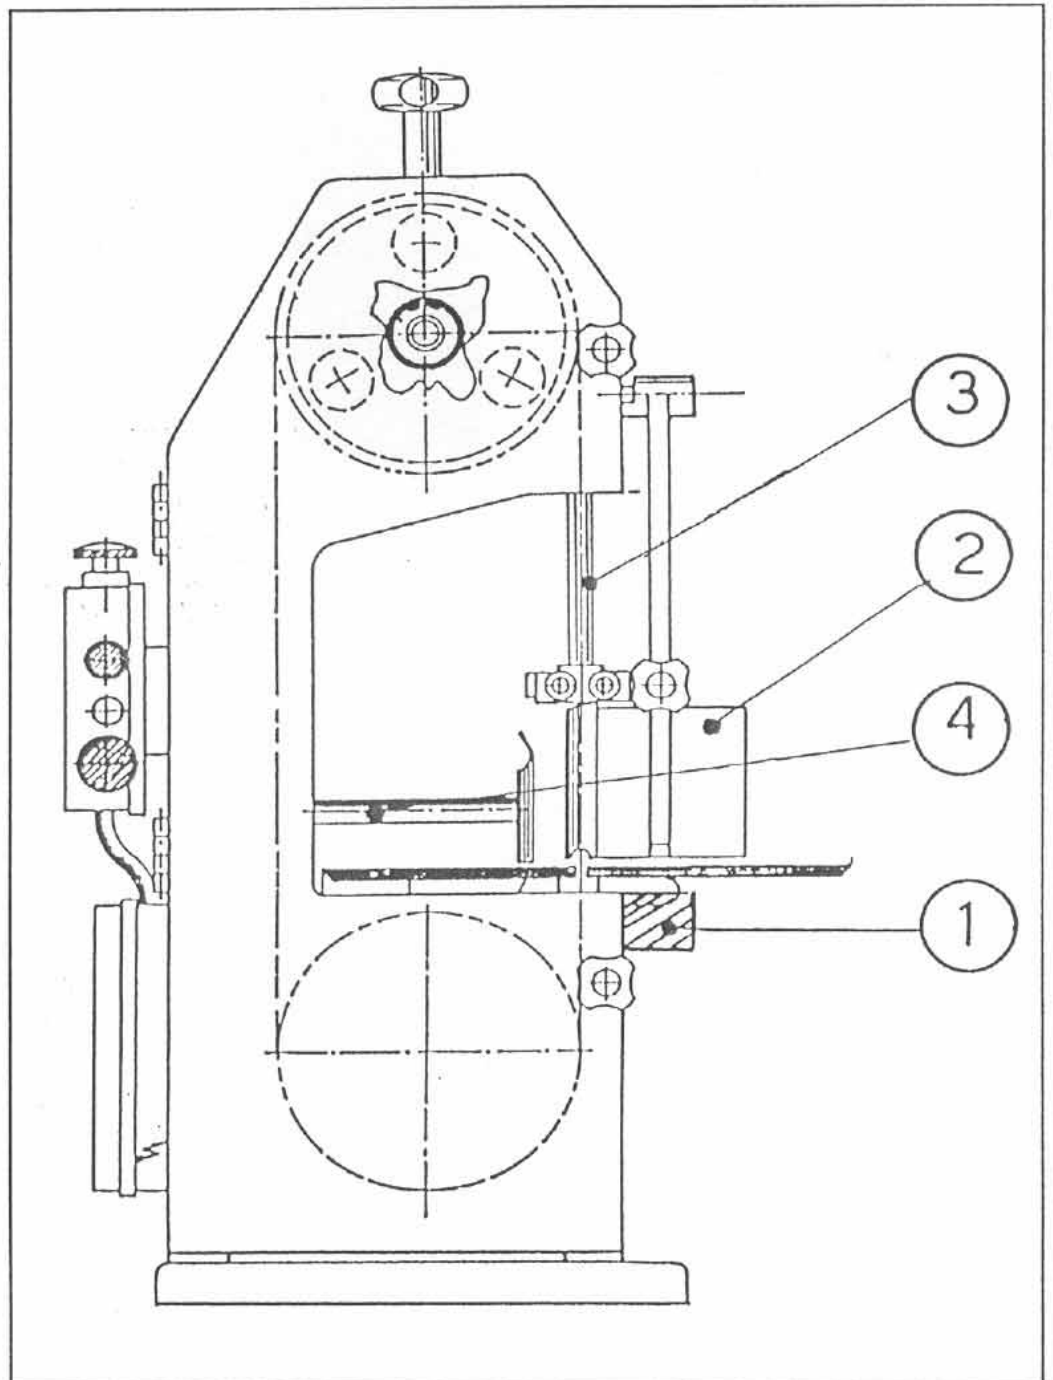

FIG. 4-1
1 - POUSSE-VIANDE (Voir fig. 4-1, part. 2)
2 - PROTECTION LAME (Voir fig. 4-1, part. 3)
3 - PORTIONNEUR (Voir fig. 4-1, part. 4)
Pendant le travail il est obligatoire employer le pousse-viande (Voir fig. 4-1, pos. 2).
*(Voir fig. 4-1)*
*(Voir fig. 4-1, part. 1)*
*(Voir fig. 4-1, part. 2)*
*(Voir fig. 4-1, part. 3)*
*(Voir fig. 4-1, part. 4)*